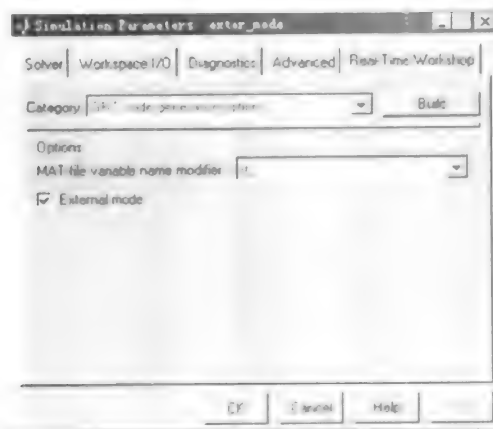

图 10-17 设置 GRT 代码生成选项
(5) 从 **Category** 菜单选择 **GRT code generation options** 选项，并在相应出现的选项面板里选中 **External mode** 检查框（图 10-17），这样 RTW 就会生成支持外部模式的代码。
(6) 选择 **Advanced** 页，确保 **Inline parameters** 检查框未被选中。外部模式不支持内嵌参数选项。